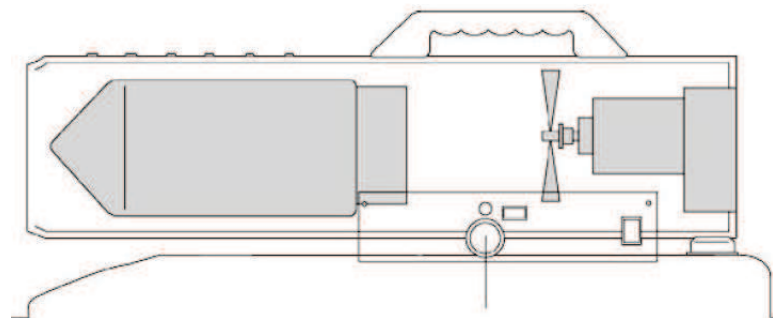

рис. 4
- данная тепловая пушка оборудована терморегулятором (рис. 4), который отключает пушку, когда внутренняя температура превышает безопасный предел. Если это устройство включает, а затем выключает тепловую пушку, возможно, требуется ремонт.